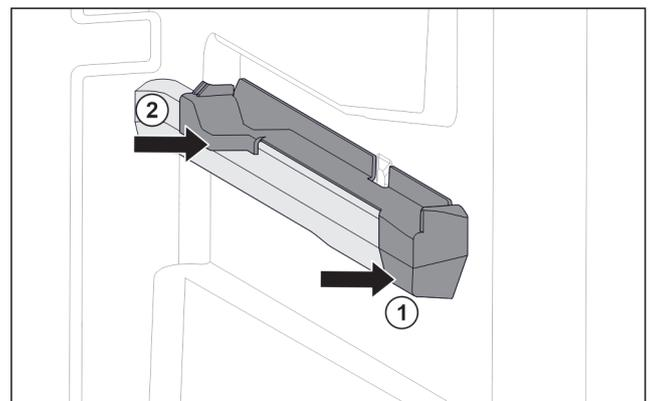

Fig. 59 Aufsteckteil auf der rechten Behälterrippe
- ▶ Aufsteckteil vorne an Behälterrippe ansetzen. Fig. 59 (1)
- ▶ Aufsteckteil hinten andrücken. Fig. 59 (2)